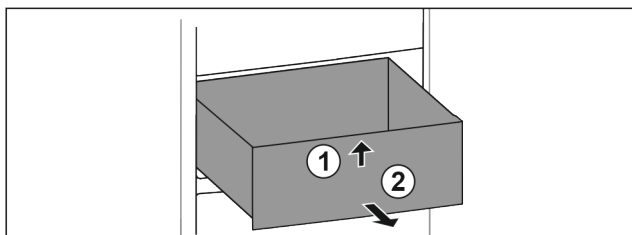

Fig. 97
- ▶ 抬起抽屉前部。Fig. 97 (1)
- ▶ 朝前取出抽屉。Fig. 97 (2)